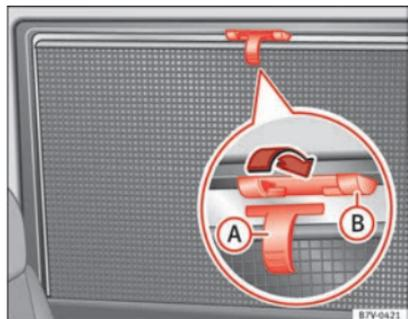

Abb. 65 Im hinteren rechten Fenster: Sonnenschutzrollo.
- Sonnenschutzrollo am hervorstehenden Griff ⇒ Abb. 65 (A) ganz nach oben ziehen.
- Haltestange mit den beiden Ösen in die entsprechenden Halterungen (B) einhängen. Prüfen, dass das herausgezogene Sonnenschutzrollo sicher in den beiden Halterungen (B) eingehängt ist.